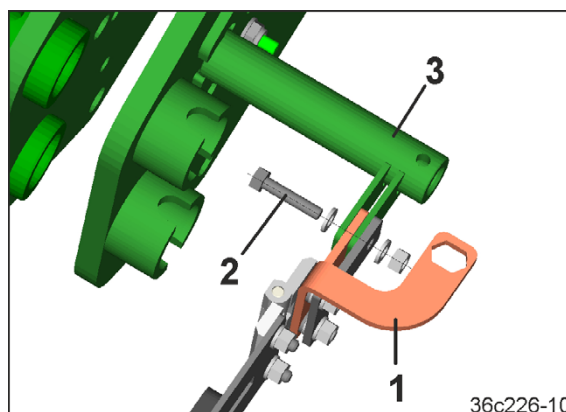

图 115
5. 将悬臂 (图 115/1) 通过六角螺栓 (图 115/2) 旋紧在支架 (图 115/3) 上。